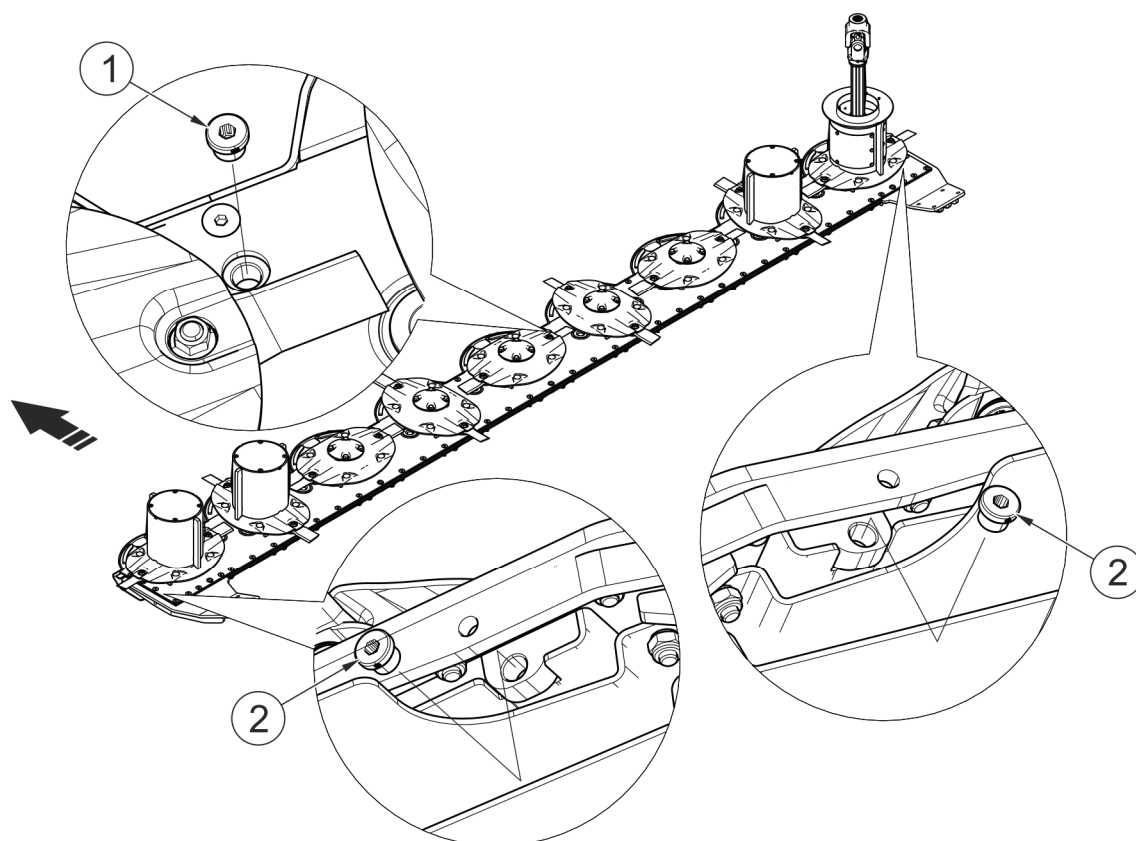

РИСУНОК 5.3 Места контроля и замены масла в режущем брусе PRONAR LP390
(1) пробка контрольно-заливного отверстия, (2) сливная пробка
Для проверки уровня масла необходимо отвинтить пробку контрольно-заливного отверстия (1) (РИСУНОК 5.3). При горизонтальной установке бруса правильный уровень масла должен находиться на высоте $6 \div 8$ мм от дна бруса. Проверять уровень горячего масла, нужно подождать 3 минуты и еще раз проверить его уровень. Проверять уровень холодного масла, нужно подождать 15 минут и еще раз проверить его уровень.